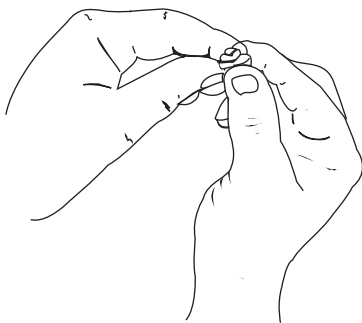

Fig. 64
5. Pressez le filtre pour répartir et drainer l'excédent d'huile (Fig. 64).